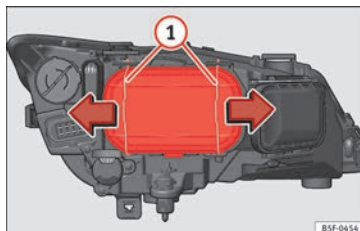

Fig. 205 Médios.
- Desloque os tirantes » Fig. 205 ① no sentido da seta e puxe a tampa.